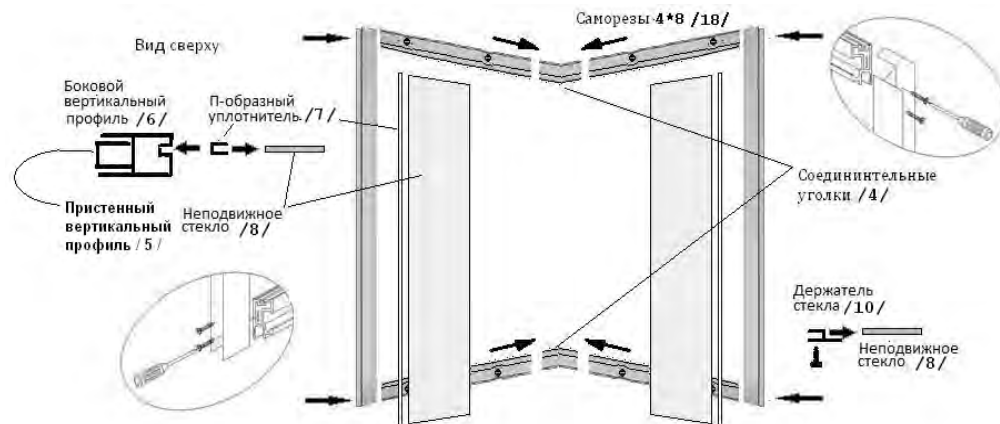

Рис.2
3. Сборка фронтальной стенки душевой кабины (рис.2).
Соедините верхний и нижний направляющие профили /1/ с боковыми вертикальными профилями /6/ с помощью саморезов 4*25 /20/ (рис.2). С помощью саморезов 4*6 /18/ соедините направляющие профили /1/ с соединительными уголками /4/.